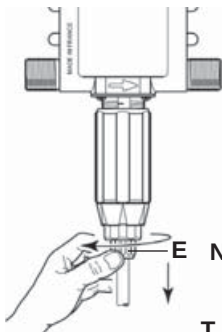

Fig. 15
- draai de slangwartelmoer los (**fig. 15-E**).